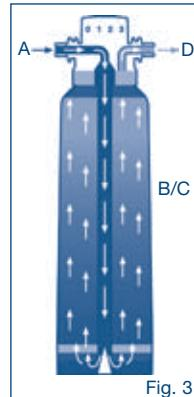

Fig. 3
El agua del grifo (A) fluye hacia la bujía filtrante (Fig. 3). En el sector (B) un filtro previo separa las partículas y las sustancias que influyen en el sabor y los aromas, como por ejemplo el cloro (C).
① NOTA!